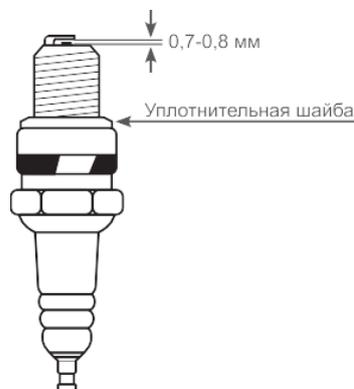

Рис.18. Обслуживание свечи зажигания
4. Измерьте зазор между электродами свечи зажигания специальным щупом. Зазор должен быть 0,7-0,8 мм (Рис. 18). При увеличении или уменьшении требуемого зазора рекомендуется заменить свечу, так как регулировка зазора может привести к изменению качества искрообразования.